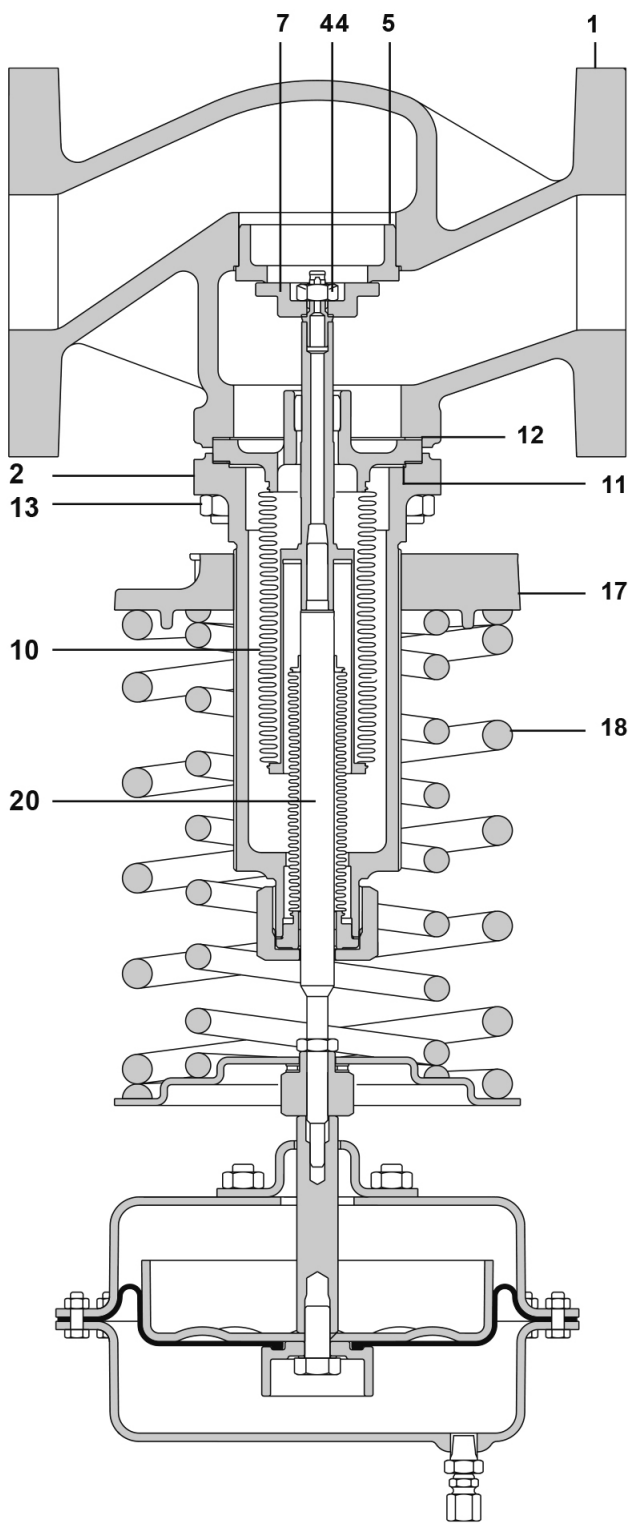

Fig. 11 DN65 au DN100
4.4.4 Remplacement de l'ensemble d'équilibrage à soufflet (Fig. 11) -